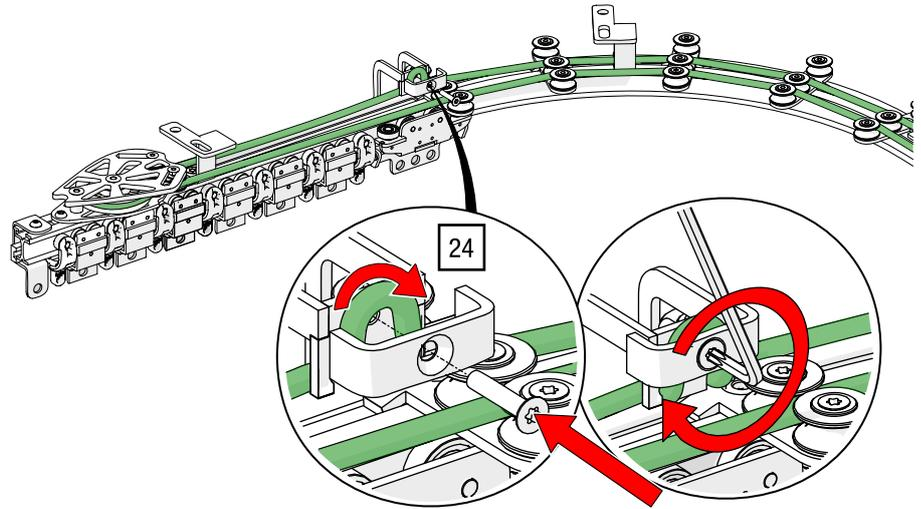

Abb. 102: Obenliegende Seilführung – Seil an zweitem Zugwagen anklemmen
24. Verkleben Sie das Seil im zweiten Zugwagen, indem Sie die Schraube mit einem TORX®-Schlüssel T30 anziehen (siehe Abb. 102).